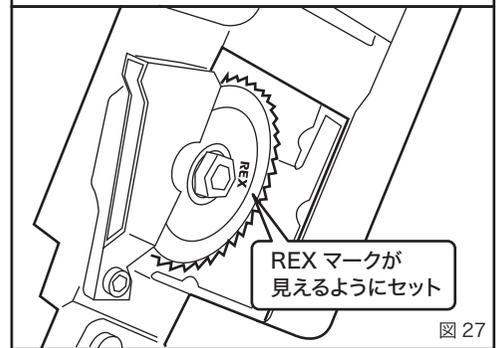

図 27
- ④刃物の取付け方向は REX マーク及び文字が刻印されている面を表に向けて取付けてください。(図 27)
- ⑤刃物の交換が終わったら、必ずカバーを取り付け、止めねじをしっかり取り付けてください。